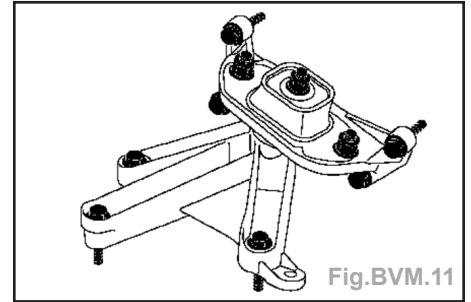

Fig.BVM.11
- le tampon support de boîte de vitesses (Fig.BVM.11),